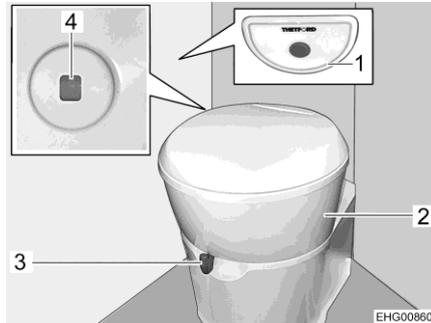

Bild 68 Toilette
Die Toilettenschüssel kann in die gewünschte Position gedreht werden. Dazu mit beiden Händen das Oberteil (Bild 68,2) der Toilette fassen und drehen. Die Bedieneinheit mit dem Spülknopf (Bild 68,1) ist in der Nähe der Toilettenschüssel angebracht.
Die Füllstandsanzeige (Bild 68,4) ändert die Farbe von Grün auf Rot, wenn der Fäkalientank entleert werden muss.
- Vor dem Spülen den Schieber der Toilette öffnen. Dazu den Schieberhebel (Bild 68,3) entgegen dem Uhrzeigersinn schieben.
- Zum Spülen den blauen Spülknopf (Bild 68,1) drücken.